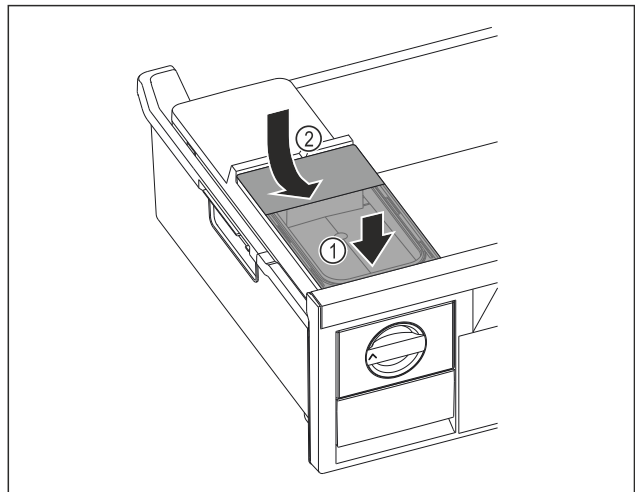

Fig. 124
- Wassertank vorne ansetzen. Fig. 124 (1)
- Wassertank hinten absenken. Fig. 124 (2)